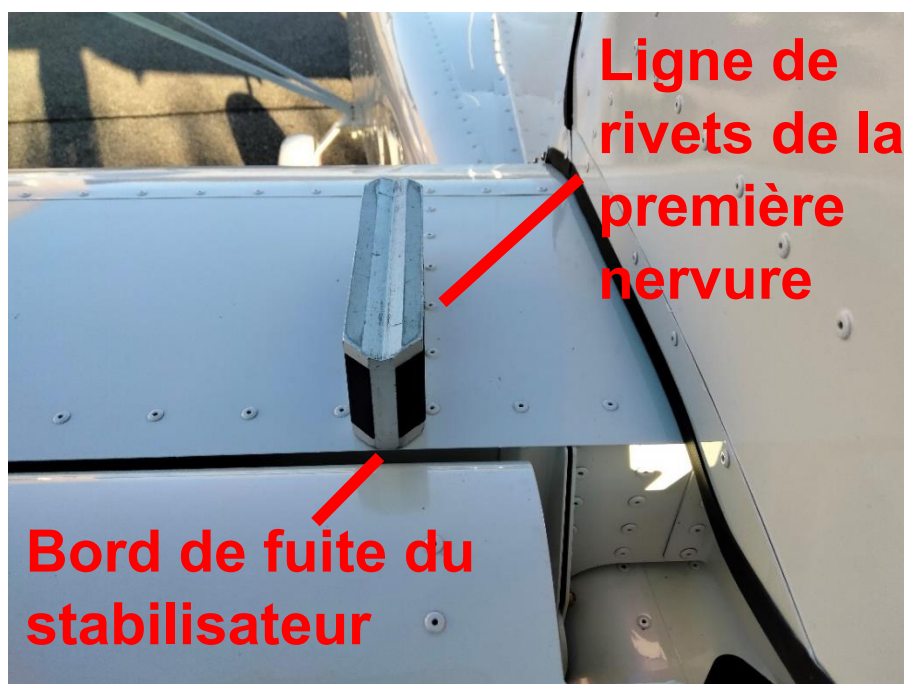

Figure 53: Position du niveau à bulle numérique sur le stabilisateur pour la mise à zéro
- Placer un niveau à bulle numérique (avec une précision de 0,1°) sur la peau supérieure du stabilisateur, comme indiqué sur la *Figure 53*;